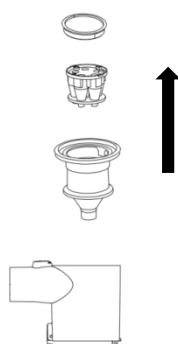

Figura 15
3. Îndepărtați filtrul din microfibră și capacul filtrului: În continuare, îndepărtați filtrul din microfibră, apoi îndepărtați capacul filtrului și rotiți conul filtrului ciclonului în sens invers acelor de ceasornic pentru a separa conul său și capacul filtrului (Figura 15).